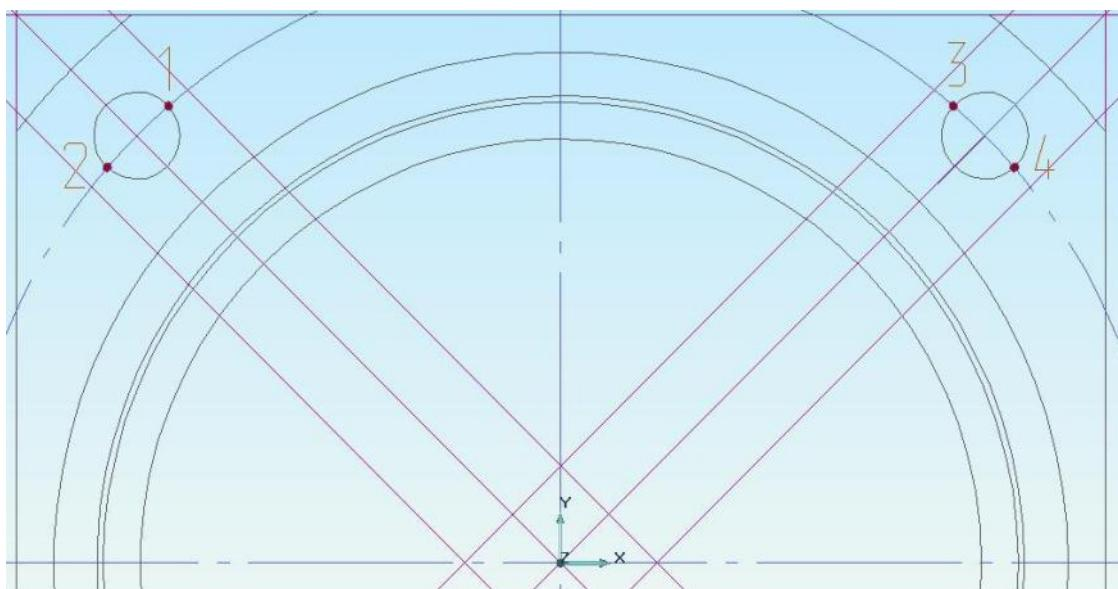

Рисунок 12. Построение вспомогательных линий
1. Притянитесь курсором к точке пересечения отверстия диаметром 7 мм и осевой окружности диаметром 97 мм, точка №1 (рис. 12) и одновременно нажмите левую и среднюю кнопку мыши или клавишу **C** на клавиатуре. Курсор притягивается к точке пересечения.
4. Притянитесь курсором к точке пересечения отверстия диаметром 7 мм и осевой окружности диаметром 97 мм, точка №2 (рис. 12) и одновременно нажмите левую и среднюю кнопку мыши или клавишу **C** на клавиатуре. Курсор притягивается к точке пересечения
7. Притянитесь курсором к точке пересечения отверстия диаметром 7 мм и осевой окружности диаметром 97 мм, точка №3 (рис. 12) и одновременно нажмите левую и среднюю кнопку мыши или клавишу **C** на клавиатуре. Курсор притягивается к точке пересечения
10. Притянитесь курсором к точке пересечения отверстия диаметром 7 мм и осевой окружности диаметром 97 мм, точка №4 (рис. 12) и одновременно нажмите левую и среднюю кнопку мыши или клавишу **C** на клавиатуре. Курсор притягивается к точке пересечения